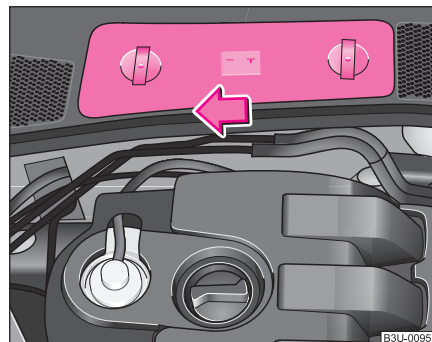

Fig. 174 Compartimentul motor: Colectorul de apă - capacul bateriei
- Apăsăți capacul în sensul indicat de săgeată ⇒ **fig. 174**.